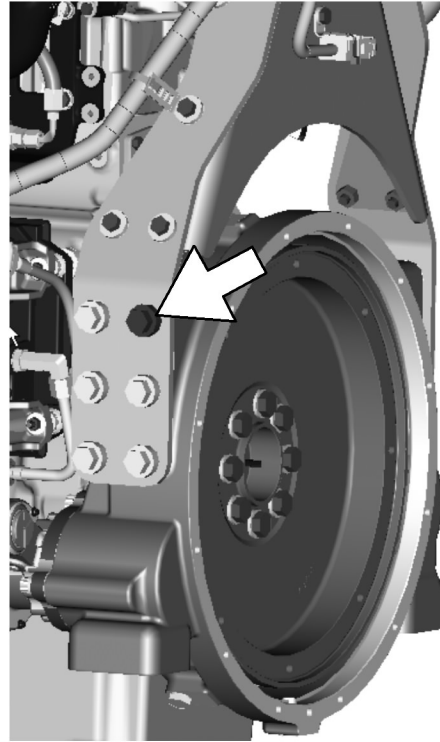
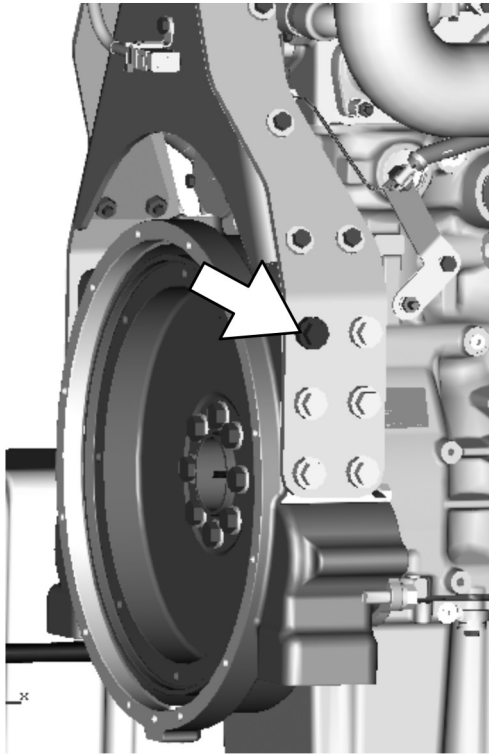
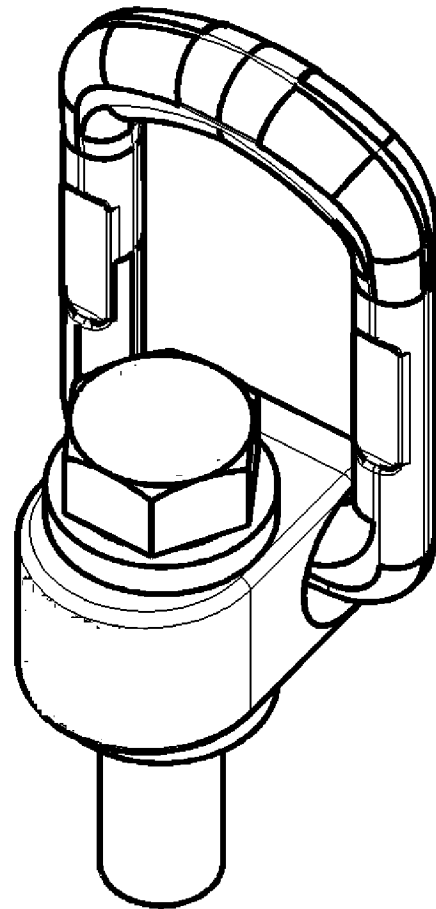

Рис. 26
Рис. 27
Рис. 28
1. Выверните болты, показанные на рис. 26 и рис. 27 .
2. Установите грузовые петли, показанные на рис. 28 . Установите грузовые петли в положение, показанное на рис. 26 и рис. 27 . Затяните болты крепления грузовых петель моментом 370 N·m (272 lb ft).